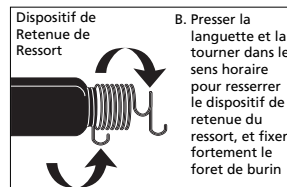

Fig. 1 Dispositif de Retenue de Ressort
Le dispositif de retenue de ressort tient le marteau. Le dispositif de retenue doit être bien fixé (Voir Figure 1). Le dispositif de retenue est une pièce d'usure normale et doit être remplacé si usé. Remplacer avec le MP2896, jeu de ressort de marteau (2) pièces. Dévisser le dispositif de retenue pour la fixation de marteau facile.